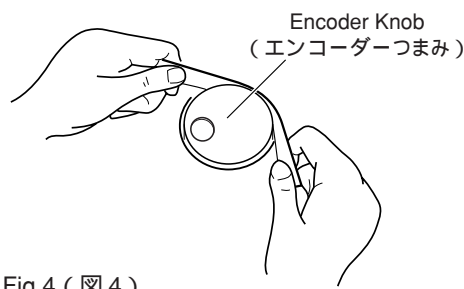

Fig.4 (図4)
- 4-2 Remove the encoder knob. (Fig.4)
- 4-2 エンコーダーつまみを外します。(図4)